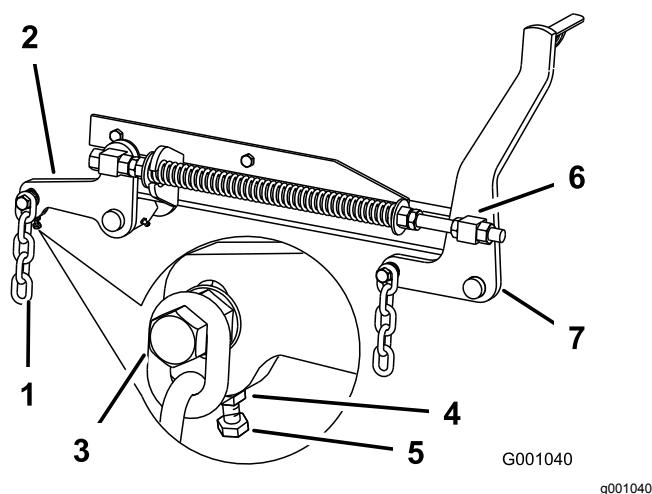

Figure 93
7. Si la distance mesurée au point **B** ou **C** n'est pas correcte, desserrez le boulon de fixation de la chaîne arrière au bras de support arrière (Figure 93).
8. Desserrez l'écrou de blocage sous le bras de support arrière et agissez sur le boulon de réglage de manière à obtenir une distance de 80 à 83 mm ($3\frac{1}{8}$ à $3\frac{1}{4}$ po); voir Figure 93.
7. Desserrez d'environ 13 mm ($\frac{1}{2}$ po) les écrous de blocage avant à l'avant des pivots gauche et droit (Figure 93).
8. Réglez les écrous de levage sur les côtés gauche et droit de la machine de manière à abaisser l'avant de 6 à 10 mm ($\frac{1}{4}$ à $\frac{3}{8}$ po) au point **A** par rapport au point **B** à l'arrière (Figure 93).